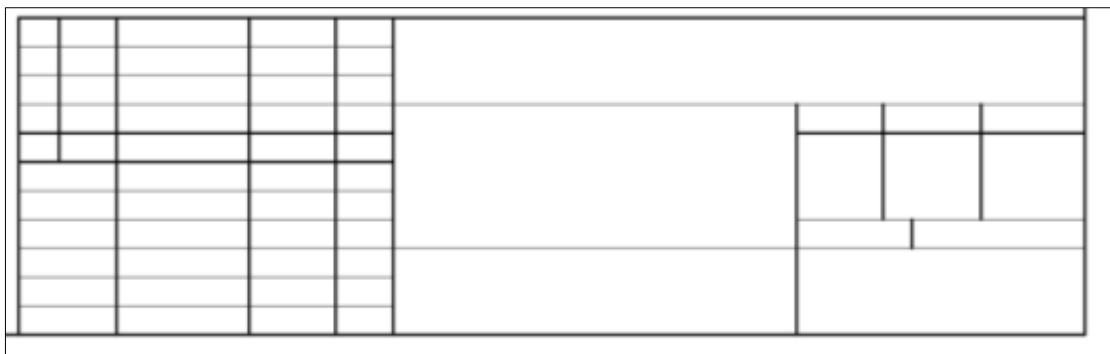

Рис. 2.11
6. Обрежьте лишние линии согласно *рис. 2.11*, используя команду «Обрезать» и дочертите вертикальные отрезки.